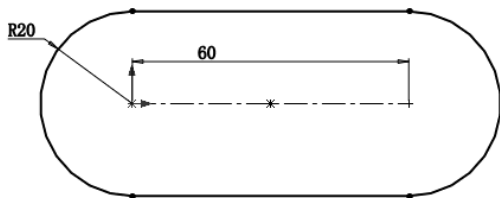

图 6-43 绘制的草图
- 3) 单击“草图”控制面板中的“多边形”按钮, 以原点为圆心绘制一个多边形并标注尺寸, 如图 6-43 所示。